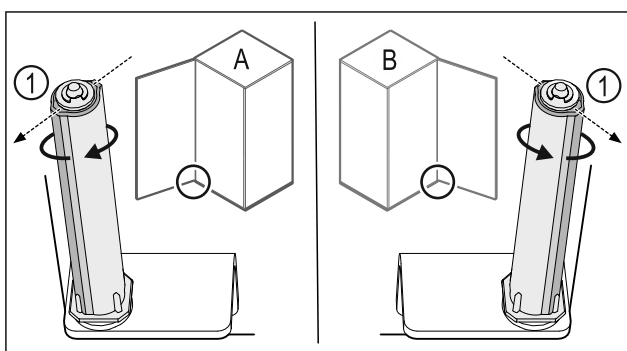

Fig. 30 Links scharnierend (A) / rechts scharnierend (B)
- Sluitsysteem tegen de weerstand in draaien tot het schot van het sluitsysteem Fig. 30 (1) naar buiten wijst.